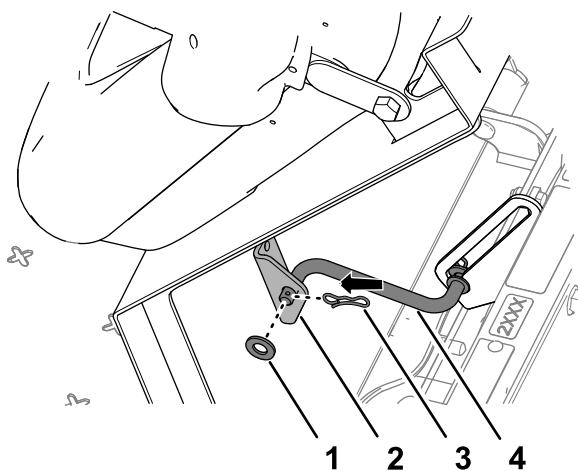

Figura 221
5. Monte a barra de apoio no suporte do banco com a anilha e perno de gancho (Figura 221).